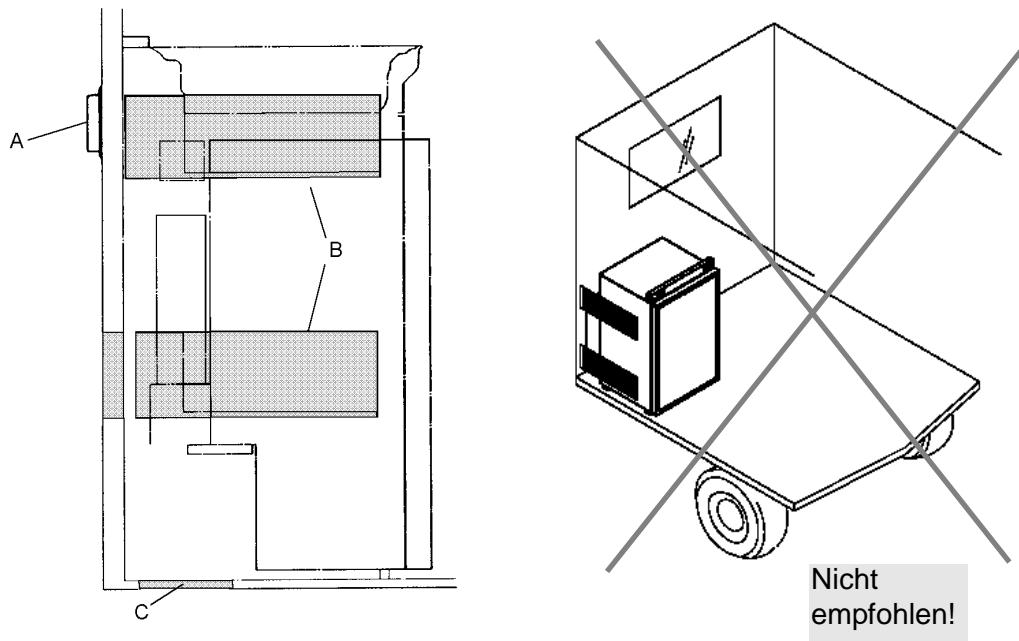

Abb.3
**Eine weitere Variante des Heckeinbaus ist die seitliche Anbringung der Be- und Entlüftungsgitter (B, Abb.3).**
Eine schlechte Luftstromführung weist auch die Variante mit dem im Boden (C, Abb.3) montierten, Belüftungsgitter auf.